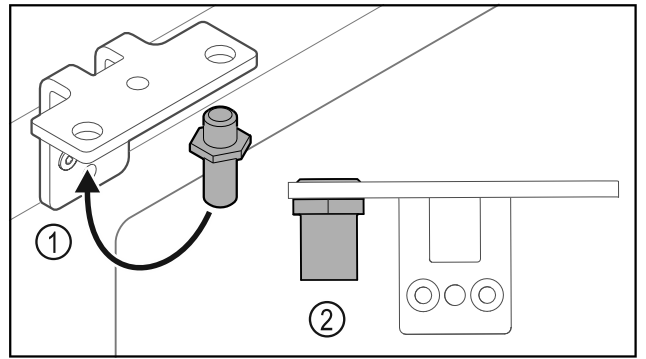

Fig. 37
- ▶ 调换合页角铁中的螺栓 Fig. 37 (1)。
- ▶ 用 12 Nm 的扭矩拧紧螺栓 Fig. 37 (2)。